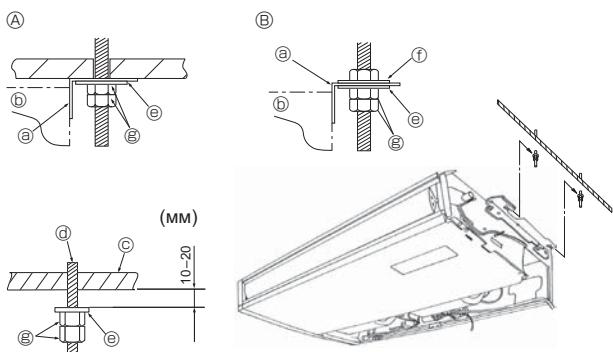

Fig. 3-5
- ② Приложение силы для открытия воздухозаборной решетки или открытие ее под углом больше 120° может повредить петли.
- ① Продвиньте боковую панель вперед.
- ② Боковая панель
- ③ Удалите винты, удерживающие боковую панель.
- ④ Снимите защитный винил с заслонки
3.3. Установка внутреннего прибора (Fig. 3-5)